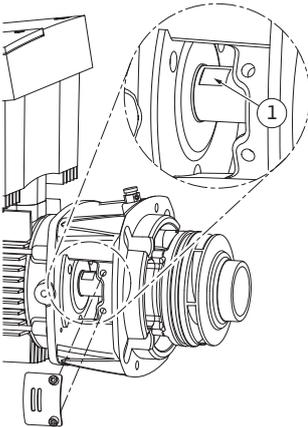

Fig. 54: Planos de llave en el eje
15. Introduzca una llave de boca fija (ancho de boca óptimo de 22 mm) en la ventanilla de la linterna y sujete el eje por los planos de llave (Fig. 54, pos. 1). Desatornille la tuerca del rodete (Fig. 7, pos. 15). El rodete (Fig. 7, pos. 16) se retira automáticamente del eje.
24. Para el montaje del rodete introduzca una llave de boca fija (ancho de boca óptimo de 22 mm) en la ventanilla de la linterna y sujete el eje por los planos de llave (Fig. 54, pos. 1).